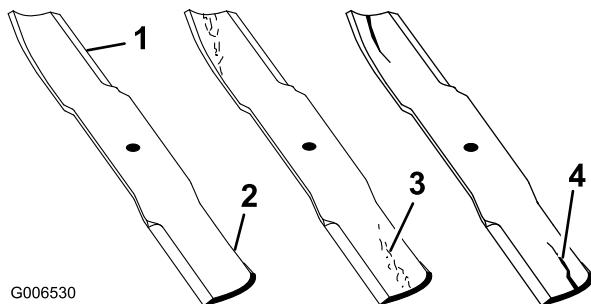

Figure 67
1. Examinez le tranchant des lames (Figure 67). Si les lames ne sont pas tranchantes ou si elles présentent des indentations, déposez-les et aiguisez-les (voir Aiguisage des lames).
2. Inspectez les lames, surtout la partie incurvée (Figure 67). Remplacez immédiatement toute lame endommagée, usée ou qui présente une entaille (Figure 67).